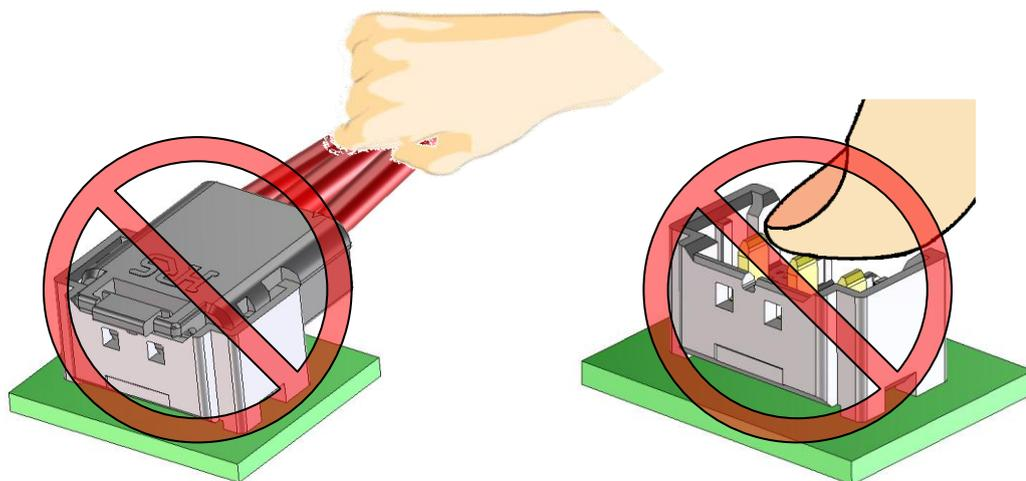

図7 禁止挿抜方法
- ・品質に悪影響を与える恐れがありますので、禁止マーク図7の様に、ケーブルを束ねて圧着ケースに負荷をかけながらの挿抜は行わないでください。